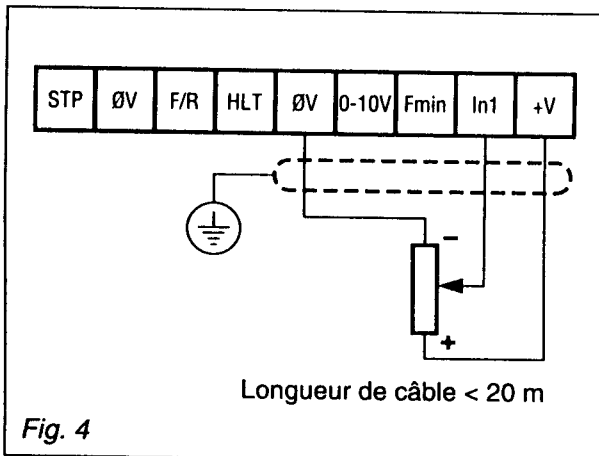

Fig. 4
4.3.1.1 - Si vitesse minimum = 0 (fig.4)